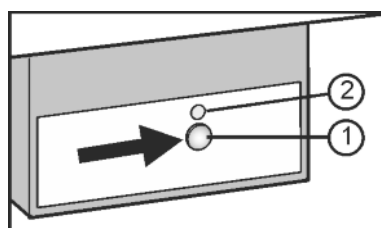

Fig. 18
- ▶ Pulse la tecla On/Off Fig. 18 (1) hasta que el LED Fig. 18 (2) se ilumine.